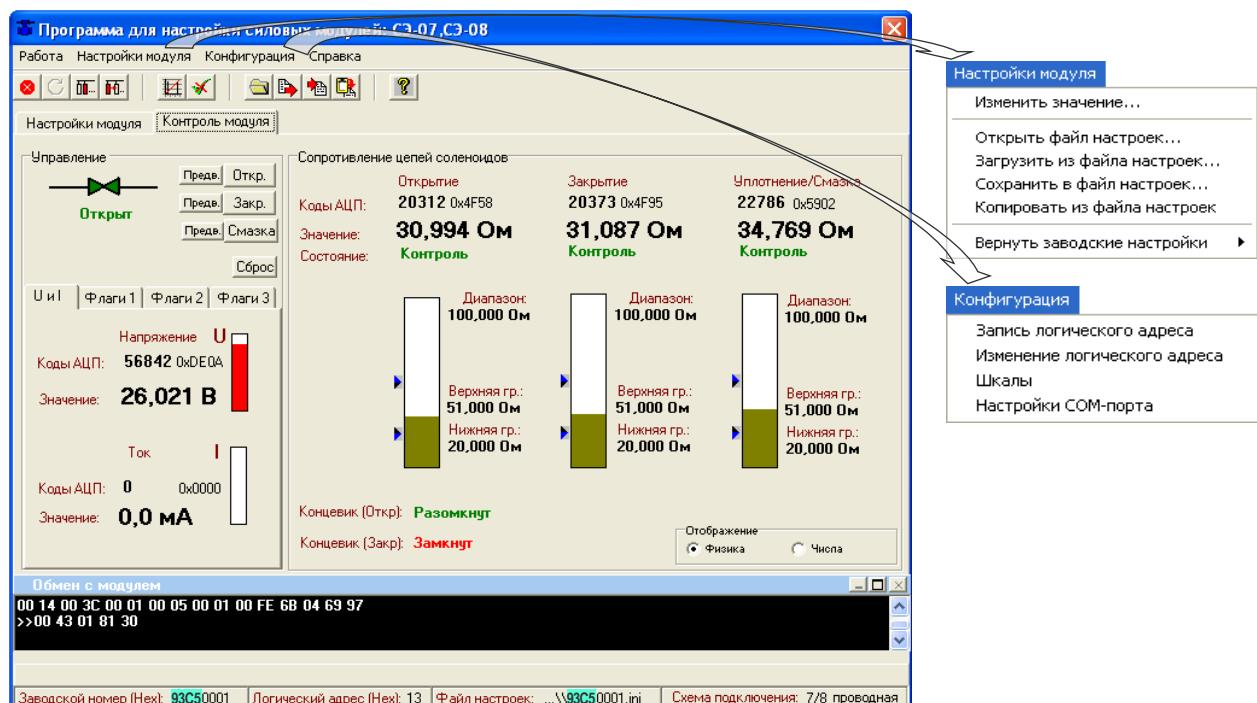

Рис. 8.
3.2.5.1 При настройке модулю СЭ-08Е присваивается логический адрес от 1 до 255 (от 0x01 до 0xFF). Внешний вид основной формы тестовой программы «Tcontr7» показан слева на рисунке 8. Меню «Настройки модуля» и меню «Конфигурация» (верхняя строка основной формы) расположены справа вверху и справа в центре на рис. 8.
3.2.5.3 В левой части основной формы (слева на рис. 8) под кнопками управления краном расположено окно индикации напряжения и тока «U и I», которое может с помощью закладок переключаться на окна «Флаги 1», «Флаги 2» и «Флаги 3». С помощью кнопок «Физика» и «Числа» производится переключение формата отображения величин добавочных сопротивлений, порогов и границ сопротивлений.